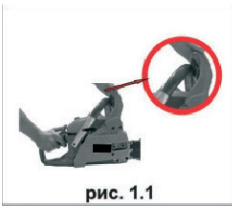

рис. 1.1
1. Установите тормоз цепи в нерабочее положение, сдвинув ручку тормоза в направлении передней ручки до касания, См. Рис. 1.1.